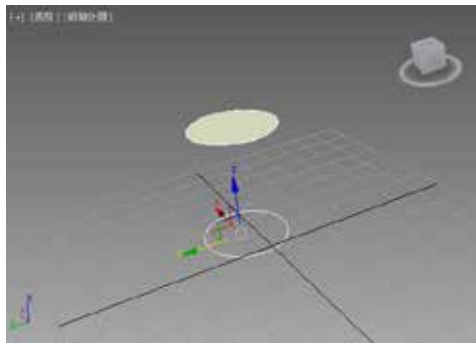

图 2-118 移至外部效果
STEP 12 选中“移至外部”单选按钮，效果如图 2-118 所示。